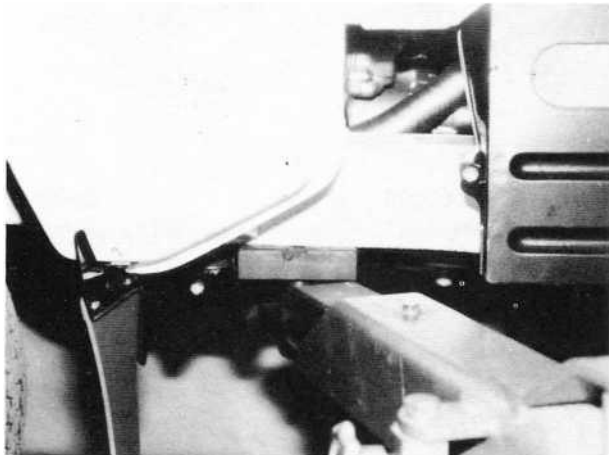

Fig. 0-7 Frente Apoyo Ubicación
5. Fig. 0-7 y 0-8 muestran cómo levantar el coche mediante el uso de una grúa.